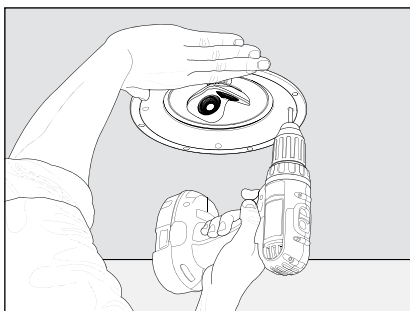

Fig. 3d
- 4) En soutenant le montage d'une main, serrez chaque vis (Fig. 3d et 4e). Arrêtez de serrer lorsque vous sentez une résistance.